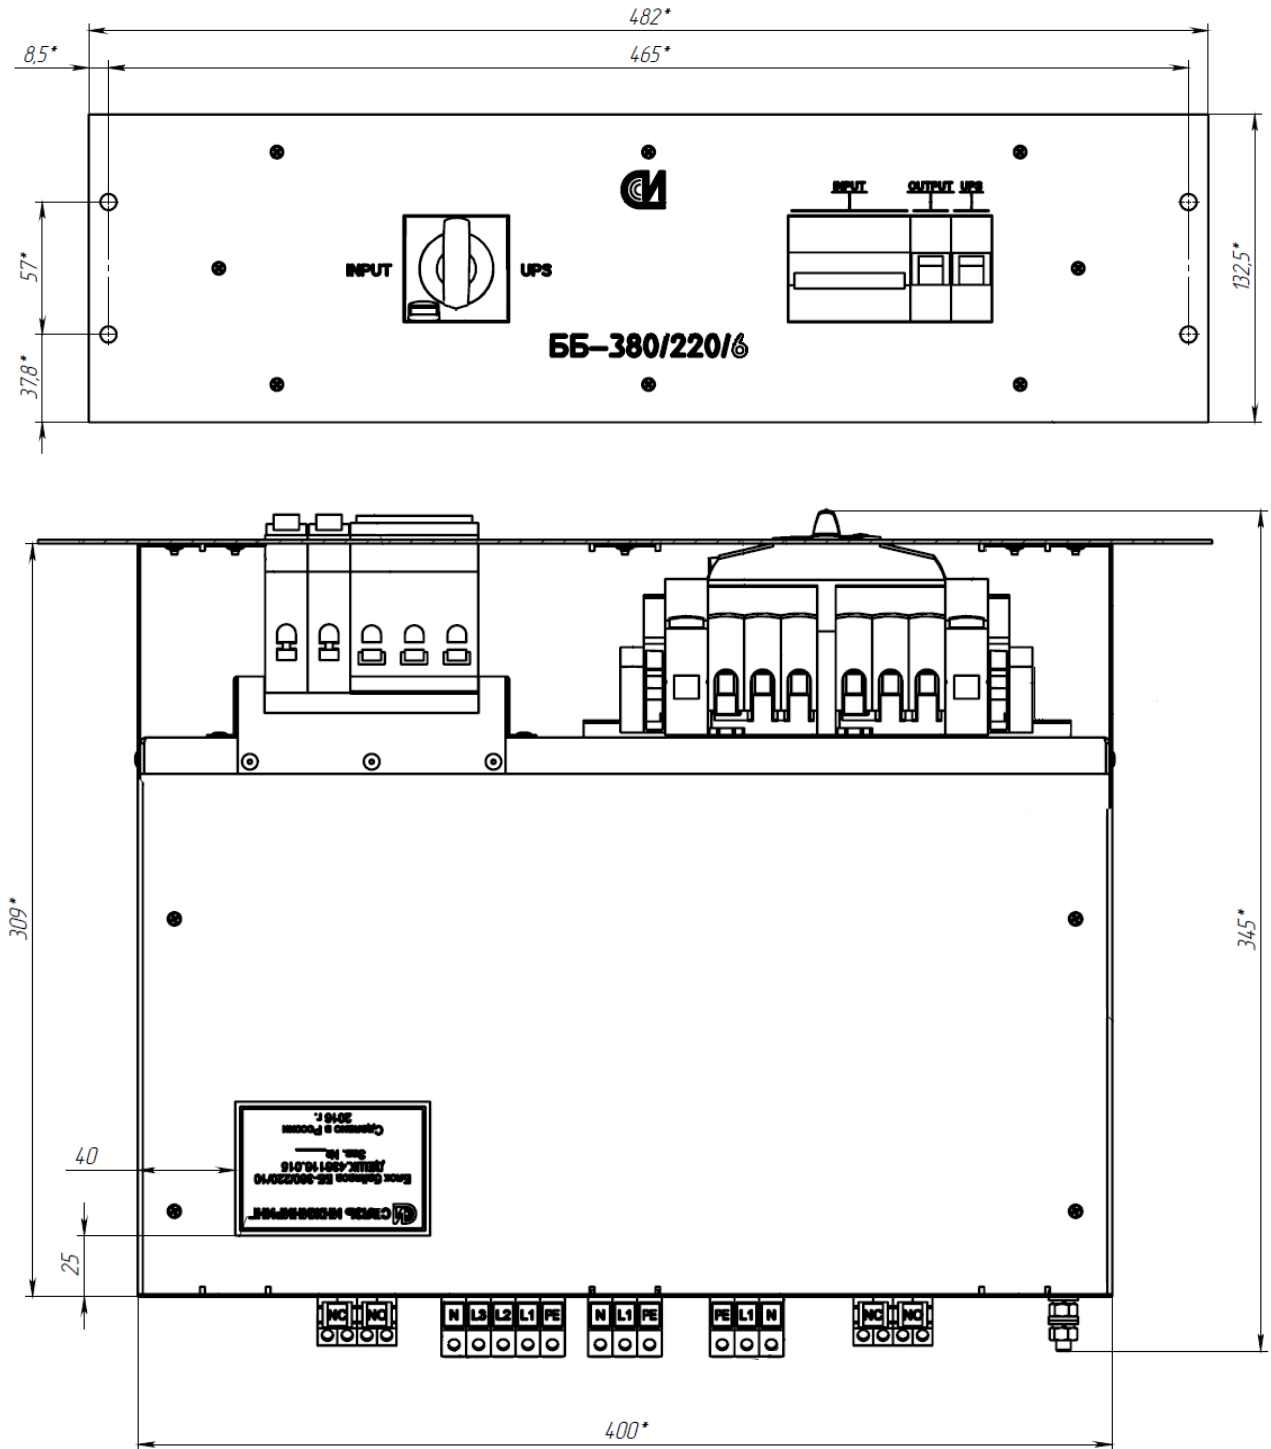

Рис. 1.
2.6 Общий вид и габаритные размеры блока байпаса ББ-380/220/6 приведен на рис.1.
5.1 Конструктивно блок байпаса ББ-380/220/6 выполнен в виде съемного блока (крейта) прямоугольной формы с присоединительными и установочными размерами, соответствующими ГОСТ 28601-90. Общий вид и габариты блока байпаса ББ-380/220/6 приведены на рис.1.